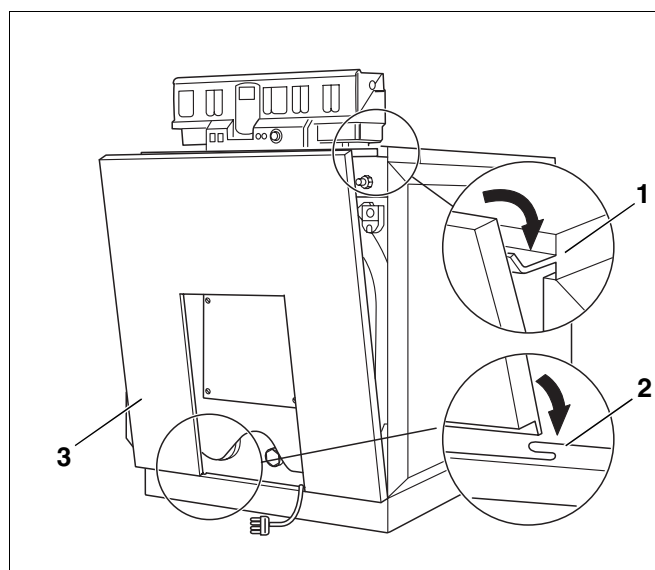

Fig. 41 Montage – forvegg
- Heng forveggen (fig. 41, **pos. 3**) på sokkelpanelet nede i midten (fig. 41, **pos. 2**).
- Heng forveggen på kanten på den fremre topplaten oppe (fig. 41, **pos. 1**).